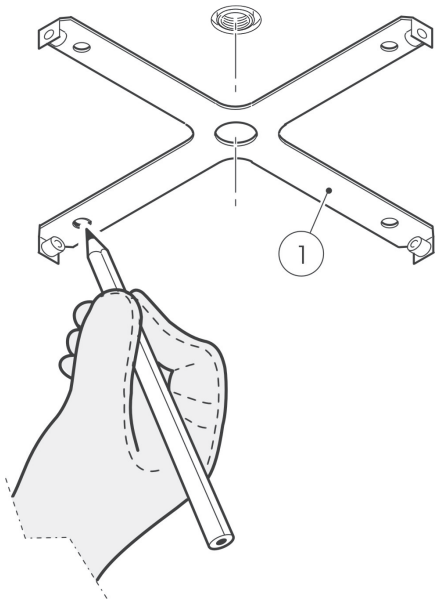

Fig. 1
1) Allineare il foro centrale del supporto a soffitto 1 con la presa acqua presente nel soffitto e segnare i fori di fissaggio (fig.1).
1) Line up the central hole of the ceiling support 1 with the water intake on the ceiling and mark the fixture holes (fig.1).
- 1) Die zentrale Bohrung der Deckenbefestigung 1 mit dem Wasseranschluss ausrichten, der sich an der Decke befindet und die Befestigungsbohrungen markieren (Abb. 1).
- 1) Aligner le trou central du support à fixer au plafond (1) avec l'arrivée d'eau du plafond et marquer les trous de fixation (fig. 1).